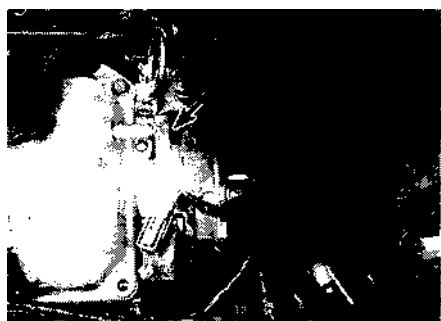

Рис. 9.7. Отверните болт крепления распределителя [показан стрелкой] и выньте распределитель
- 7 Отверните болт(ы) крепления (см. рис. 9.7) и извлеките распределитель.